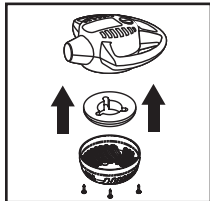

FIGURA 16
30. Después de la limpieza, vuelva a colocar la protección de entrada y la almohadilla de espuma y asegúrelas con los tornillos. **NOTA:** La protección de entrada solo encaja correctamente de una manera. **FIGURA 16.**